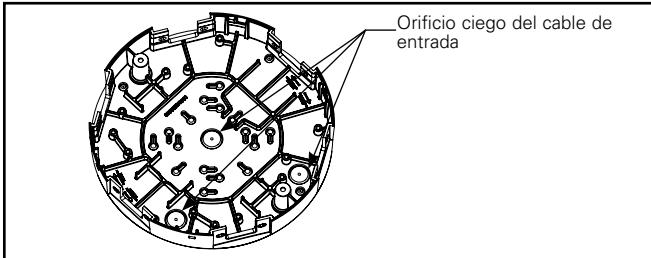

Figura 1.
1. Rompa o perfore el orificio ciego en la cubierta superior del cubo para el cable de entrada según sea necesario, por lo general, la ubicación central. (Figura 1).